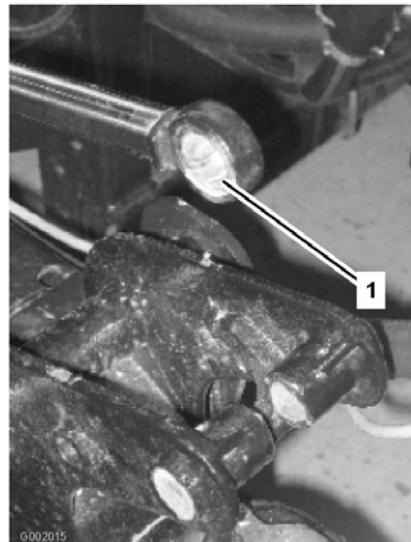

Figura 42
5. Manipolate il lato cuscinetto dell'asta dell'attuatore ed inserite il grasso nel cuscinetto (Figura 42). Tergete il grasso superfluo.